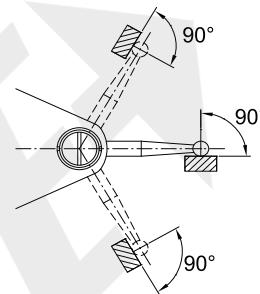
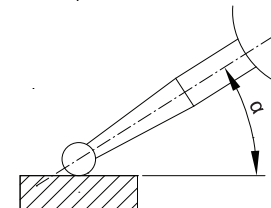

fig.4
fig.5
2. Pendant la mesure, le stylet doit être vertical par rapport à la direction de mesure (fig.4). Lorsque le stylet est incliné par rapport à la direction de mesure (fig.5), la correction suivante doit être effectuée.